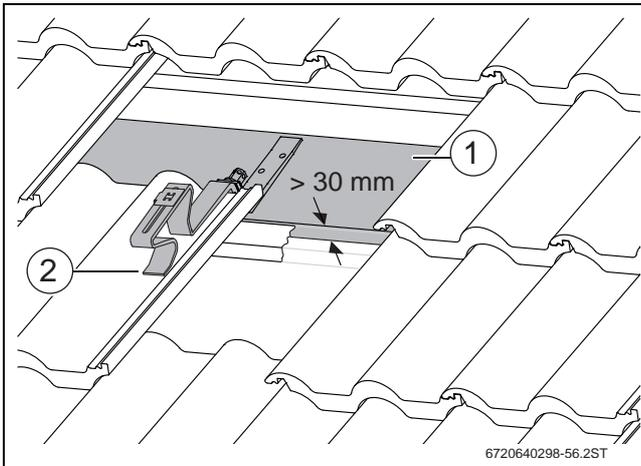

Fig. 43 Fixação do caibro fixa sobre tábua/prancha
- ▶ Se necessário, fixar no caibro tábuas/pranchas com capacidade de carga suficiente (Fig. 43, [1]). Se necessário, remover as ripas de contorno nesta área.
- ▶ Colocar o apoio à frente (Fig. 43, [2]) sobre as telhas, de forma a que caso de carga assente numa concavidade.